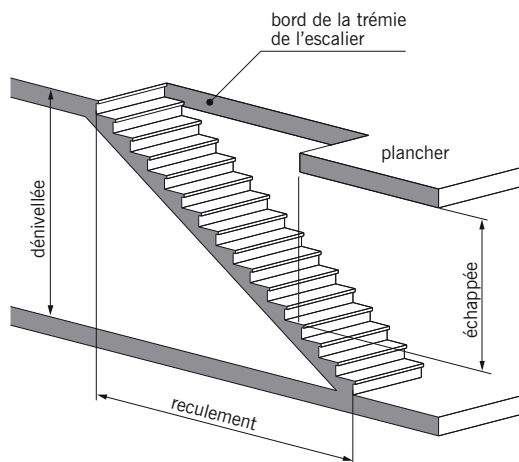

fig. 13.4
■ **L'échappée** (fig. 13.4) : hauteur libre de passage mesurée à l'aplomb des marches.
■ **La dénivelée** (fig. 13.4) : hauteur totale franchie par un escalier. Dans le cas d'un escalier intérieur, elle est égale à la hauteur libre sous plafond augmentée de l'épaisseur du plancher d'arrivée. La dénivelée est aussi appelée **hauteur à monter** ou **hauteur d'escalier**.
■ **Le reculement** (fig. 13.4) : longueur de l'escalier projetée au sol. Le reculement définit l'encombrement de l'escalier.
■ **La trémie d'escalier** (fig. 13.4) : ouverture ménagée dans un plancher permettant le passage de l'escalier.